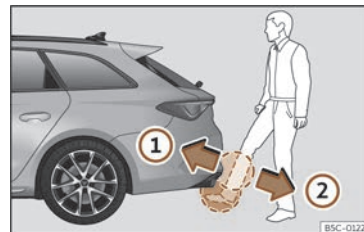

Fig. 89 Porta del maleter amb obertura controlada per sensor (Easy Open).
»» fig. 89 ①.
- Traieu ràpidament el peu i la part inferior de la cama de les zones dels sensors >>> **fig. 89 ②**. La porta posterior s'obre automàticament.